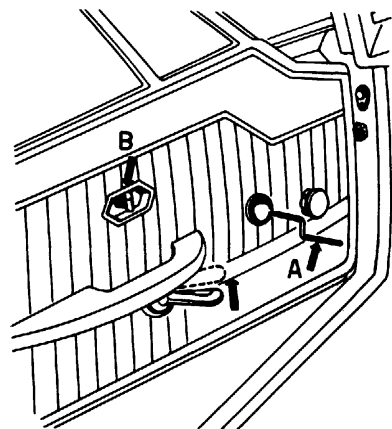

Fig. 20
Le portiere anteriori possono essere entrambe bloccate dall'esterno a mezzo della apposita chiave. Il bloccaggio dall'interno si ottiene spostando all'indietro la levetta **B** di fig. 20.
**Comando di emergenza sollevamento cristalli porte.** In caso di guasto al comando elettrico di sollevamento cristalli, è prevista una manovella di emergenza, situata nel cassetto portacarte del tunnel, che introduce nell'apposita sede (fig. 20-A) comanda il sollevamento dei cristalli.
Les portières avant peuvent être toutes les deux bloquées à partir de l'extérieur à l'aide de la clé appropriée. Le blocage à partir de l'intérieur s'obtient en déplaçant à l'arrière le levier B de la fig. 20
**Commande d'urgence soulèvement vitres portières.** En cas de panne de la commande électrique de soulèvement des vitres, on a prévu une manivelle d'urgence située dans le tiroir portedocuments du tunnel, qui, une fois introduite dans son siège approprié (fig. 20-A), commande le soulèvement des vitres.
The front doors can both be locked from outside by means of the key provided. From the inside, the doors are locked by moving the lever B (Fig. 20) backwards.
In the event of a breakdown of the electrical window-winding system, use should be made of the emergency handle stowed in the locker on the gearbox tunnel. When inserted as in Fig. 20-A, this handle will operate the windows.
Beide vorderen Wagentueren koennen von Aussen geschlossen werden; hierzu ist ein besonderer Schluessel vorgesehen. Die Blockierung der Tueren, von Innen, erfolgt durch Rueckwaertsverstellung des Hebels B der Abb. 20.
Bei Ausfall der elektrischen Scheibenhebersteuerung, ist eine Handkurbel vorgesehen. Diese Fensterkurbel befindet sich im Aufbewahrungsfach und durch Einfuegung dieser Kurbel, in die eigens vorgesehene Bohrung, (Abb. 20-A), kann der Hebevorang der Fenster durchgefuehrt werden.